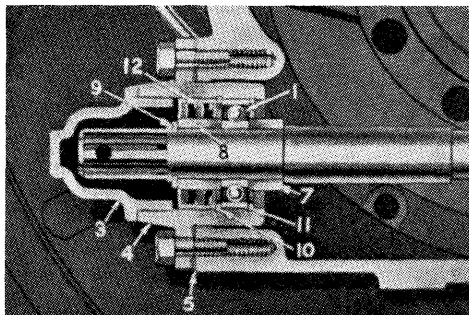

Fig. 36. Kraftudtagsakslens bageste leje.
3: Afskru dækslet (3) (fig. 36).